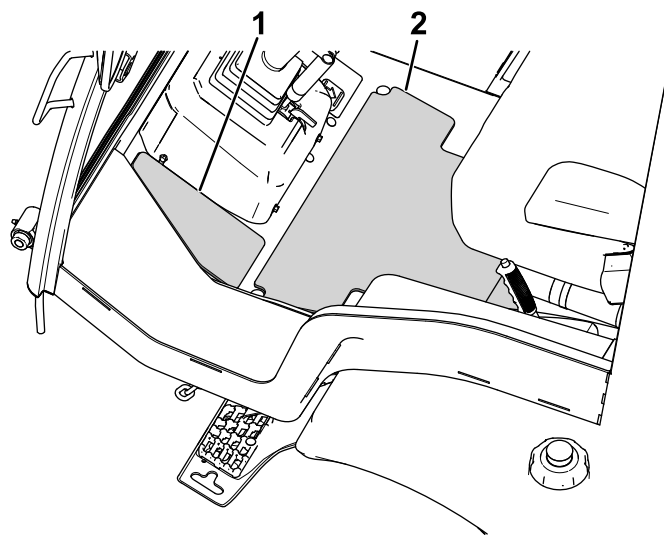

Figure 11
2. Retirez la pellicule protectrice et placez les tampons isolants du centre et d'angle sur le plancher de la plate-forme (Figure 11).